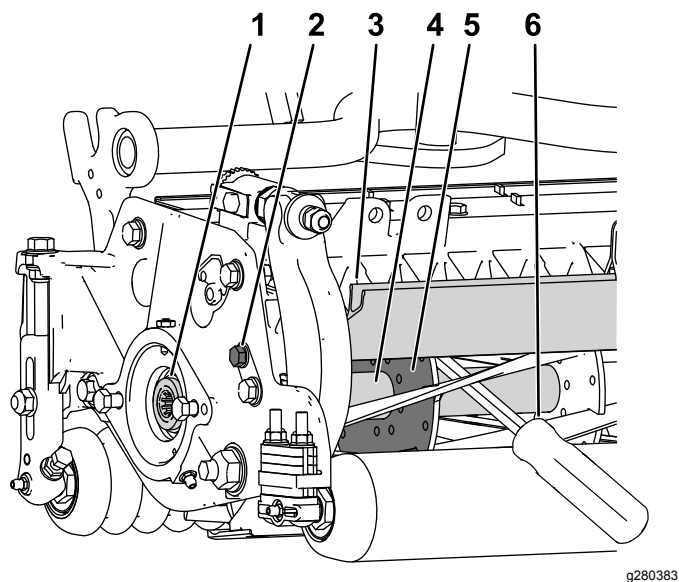

图30
1. 松开滚刀组左侧的屏蔽螺栓抬起后护罩图30。
2. 将一根长柄撬棍建议尺寸为 0.95cm x 30.48cm 带螺丝刀柄插入滚刀组背面最靠近需要扭转的滚刀组一侧图30。
3. 将撬棍靠着滚刀支撑板的焊接侧图30。